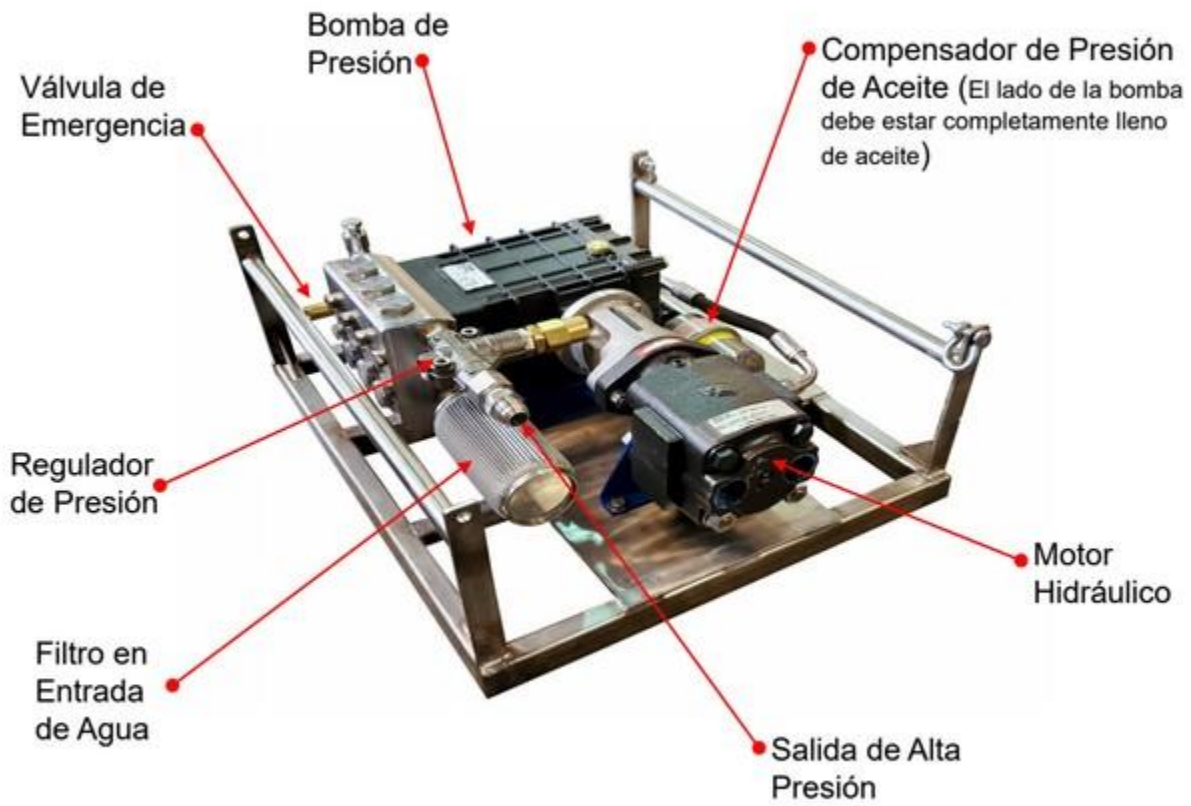

Figura 2.1 - Características generales del CaviBlaster® 1030-ROV
La primera vez que se menciona un componente, suele ir seguido de una referencia de figura; por ejemplo, botón de parada de emergencia (consulte la figura 2.1). Los números de las figuras y los números de las secciones siempre coinciden.
Después de recibir por primera vez la unidad CaviBlaster®, se debe completar lo siguiente: Consulte la Figura 2.1 para conocer la ubicación de los elementos.
- 2) Inspeccione el filtro de entrada de agua para asegurarse de que no esté obstruido (consulte la Figura 2.1). Limpiar si es necesario.